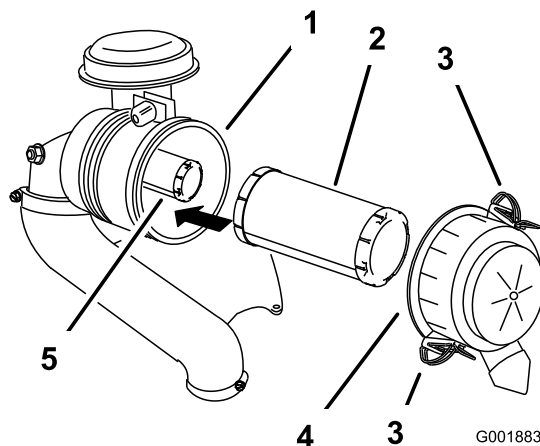

Figure 46
3. Ouvrez les dispositifs de verrouillage du filtre à air et séparez le couvercle du corps du filtre (Figure 46).
- Sortez l'élément principal du corps du filtre avec précaution (Figure 46).
- Si vous remplacez l'élément de sécurité, insérez-le avec précaution dans le corps du filtre (Figure 46).
- Placez ensuite l'élément principal sur l'élément de sécurité avec le même soin (Figure 46).
- Reposez le couvercle du filtre à air, le côté portant l'inscription **UP** en haut, et fermez les dispositifs de verrouillage (Figure 46).